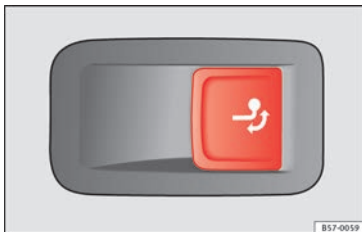

Fig. 235 Sul lato destro del bagagliaio: tasto per sbloccare il gancio a testa sferica.
- Premere brevemente il tasto » **fig. 235**. Il gancio a testa sferica si sblocca elettricamente e si gira automaticamente verso l'esterno. La spia di controllo del tasto lampeggia » **fig. 235**.
• Premere brevemente il tasto » **fig. 235**. Il gancio a testa sferica si sblocca elettricamente.
• Girare il gancio a testa sferica sotto il paraurti con la mano fino a sentire che si fissa e fino a che la spia di controllo sul tasto non sarà costantemente accesa » **fig. 235**.
- Se la spia di controllo del tasto » **fig. 235** lampeggia, significa che il gancio a testa sferica non si è fissato correttamente o che è danneggiato » .
- Non premere mai il tasto »» fig. 235 quando un rimorchio è agganciato o un portapacchi o un altro accessorio è montato sul gancio a testa sferica.